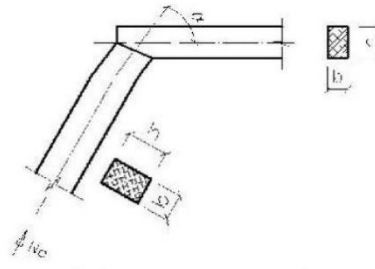

Рисунок 4. Наклонный лобовой упор
4.2 Проверить прочность при смятии наклонного лобового упора торцов подвеса и ригеля из брусьев сечением $b \times h$ (или круглого диаметром d), соединенных под углом α . Конец подвеса обрезан под прямым углом к оси и в нем действует продольная сжимающая сила N_c . Опорный конец ригеля обрезан под углом α к его оси (рисунок 4).